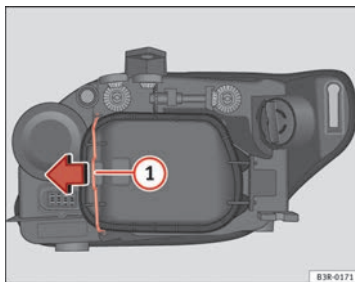

Abb. 211 Standlicht (Fahrzeuginnenseite)
- Den Spanner ⇒ Abb. 211 ① in Pfeilrichtung bewegen und den Deckel abnehmen, indem zuerst die Seite des Spanners und danach die beiden Laschen des anderen Endes des Deckels abgenommen werden.